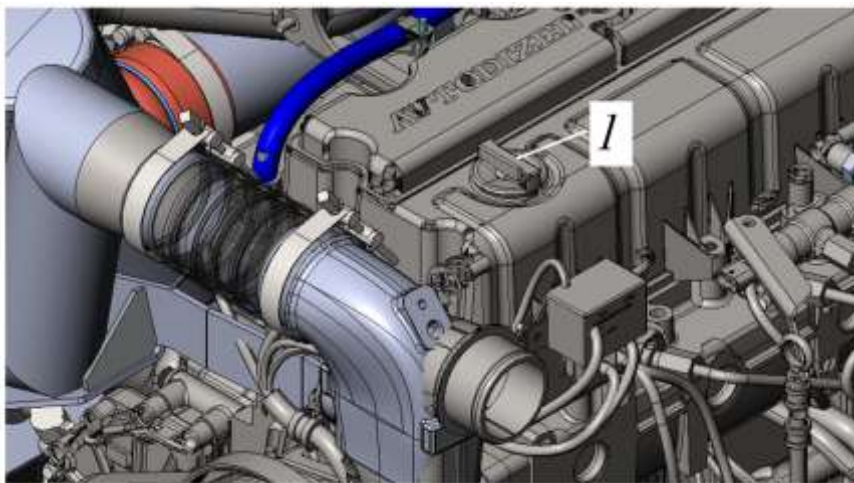

Рисунок 5.17. Крышка маслоналивной горловины
- Открыть крышку поз.1, рис. 5.17, в направлении против часовой стрелки (открыто).
- Протереть чистой ветошью маслоналивную горловину и крышку поз. 1 рис. 5.17
- ▶ Открыть крышку 1 маслосливной горловины, рис. 5.17. Для исключения попадания пыли и грязи во внутреннее пространство двигателя крышку с горловины не снимать;
- ▶ Снять крышку с наливной горловины (поз. 1, рис. 5.17) и залить свежее моторное масло в двигатель до отметки *max* на масляном щупе, рис. 5.16.
- ▶ Закрыть крышку маслоналивной горловины (поз. 1, рис. 5.17).